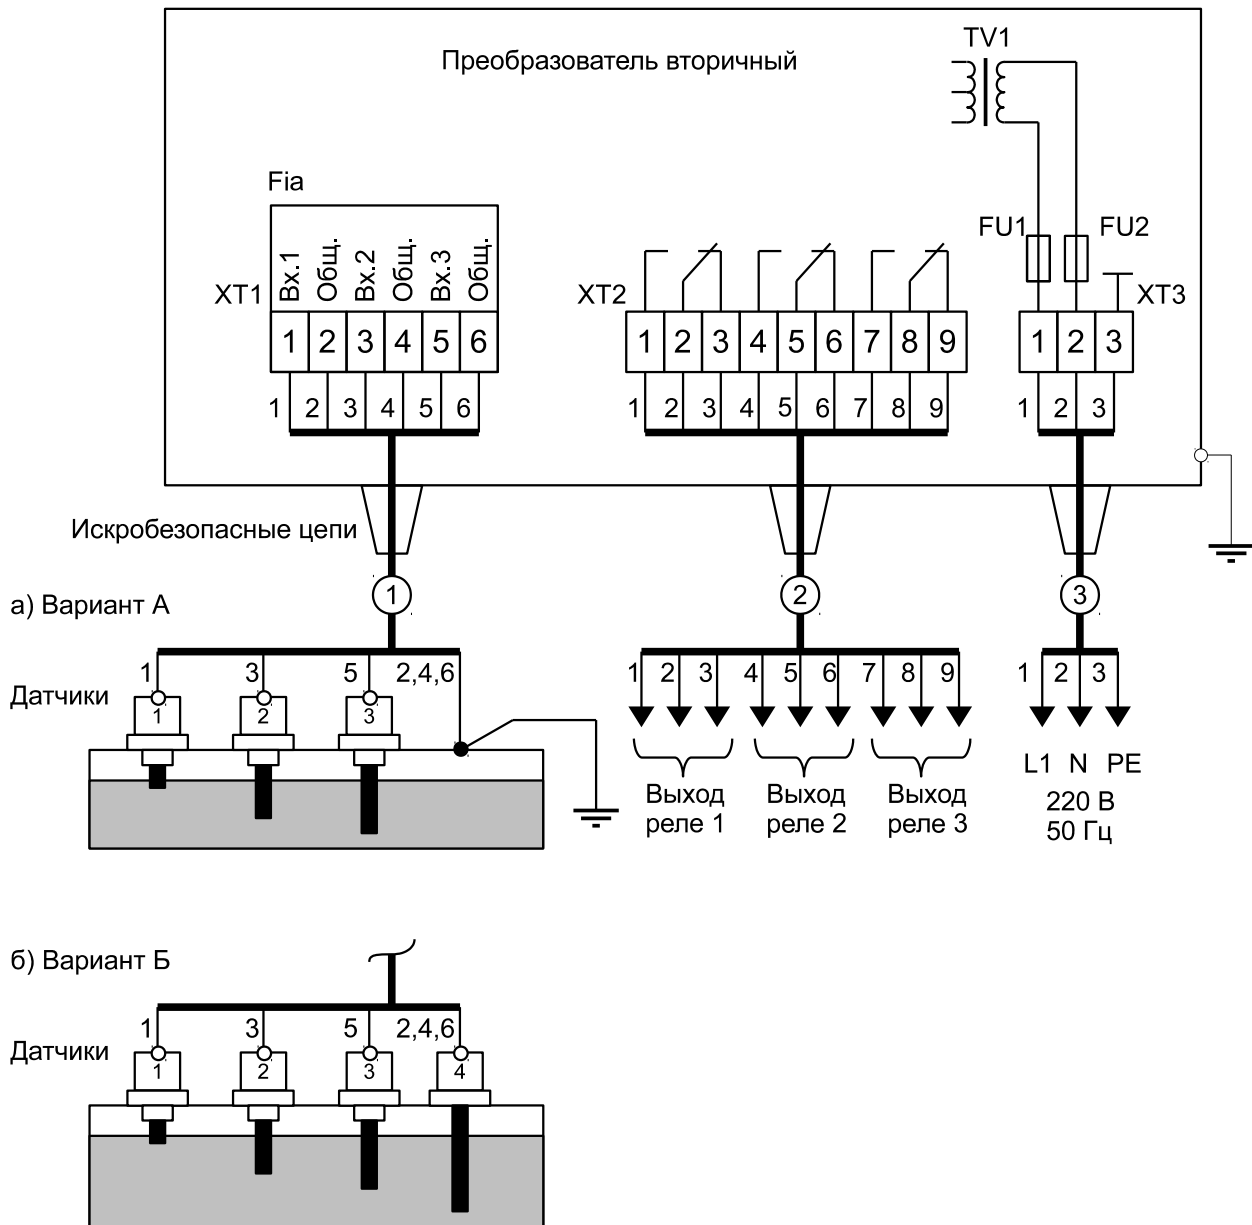

Рисунок 4 - Схема электрическая подключения
- подключить датчики ко вторичному преобразователю согласно схеме подключения (рисунок 4) и подать питание;
2.1.7 Металлический резервуар должен иметь соединение с заземляющим контуром. В случае использования сигнализатора уровня на неметаллических резервуарах должен быть установлен дополнительный датчик 4 (рисунок 4, вариант Б).
2.1.10 Электрический монтаж должен выполняться в соответствии со схемой подключения (рисунок 4) проводом или кабелем с медными жилами сечением 0,75 ... 2 мм2.